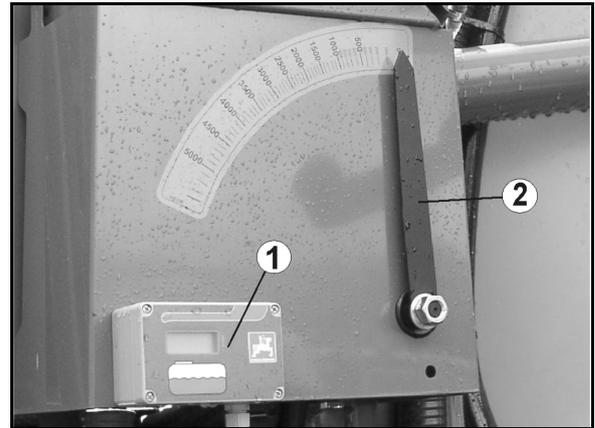

Fig. 52
- de forma electrónica (Fig. 52/1) (opcional)
- de forma mecánica (Fig. 52/2)